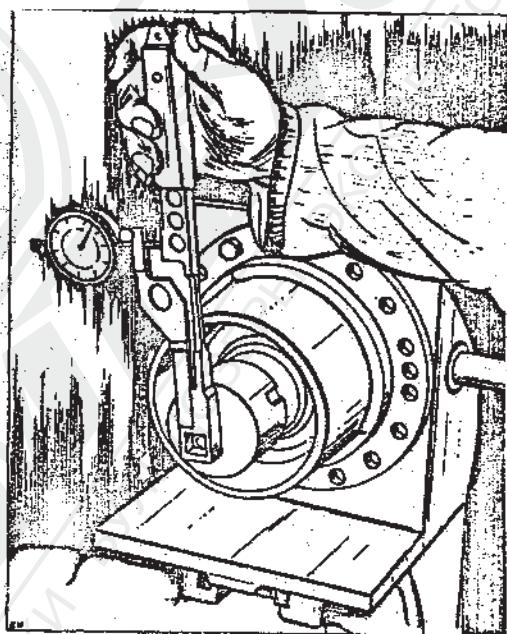

Рис. 4-26. Измерение момента сопротивления подшипников
4. Проверить момент сопротивления подшипников в корпусе, который должен находиться в пределах 0,98-1,96Нм /10-20кГм/ рис. 4-26.